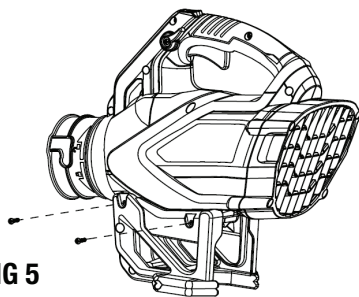

FIG 5
2. Ajuste los cuatro tornillos incluidos para asegurar el cartucho de la batería en su lugar. Vea la Fig 5.